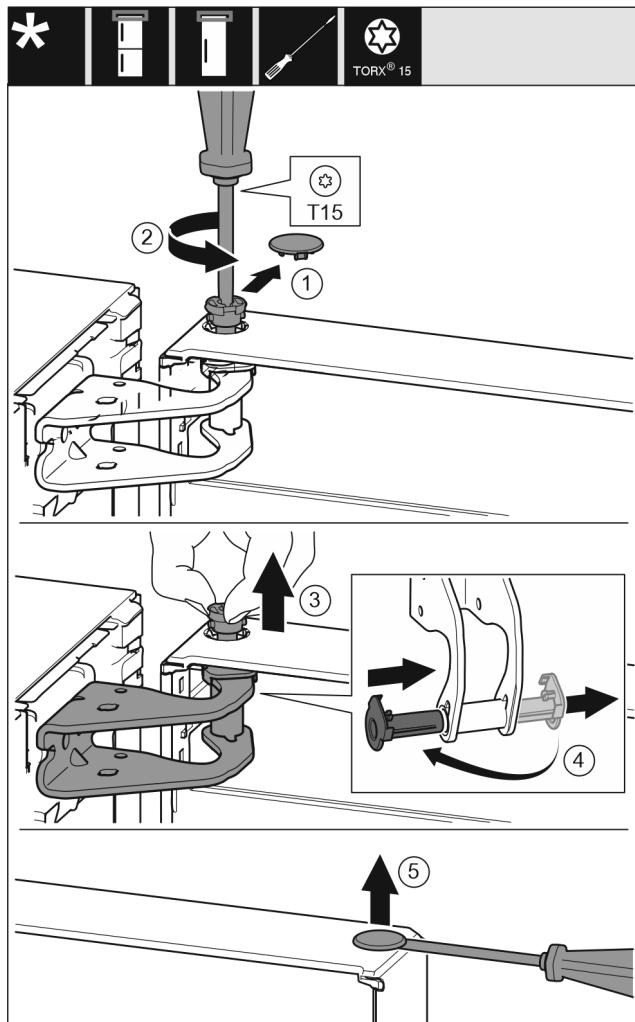

Fig. 11
- Sicherungsabdeckung vorsichtig abziehen. *Fig. 11 (1)*
- Bolzen mit Schraubendreher T15 ein Stück herausdrehen. *Fig. 11 (2)*
- Tür festhalten und Bolzen mit den Fingern herausziehen. *Fig. 11 (3)*
- Lagerbuchse aus Führung ziehen. Von der anderen Seite einsetzen und einrasten. *Fig. 11 (4)*
- Stopfen aus der Türlagerbuchse vorsichtig mit einem Schlitzschraubendreher anheben und herausziehen. *Fig. 11 (5)*